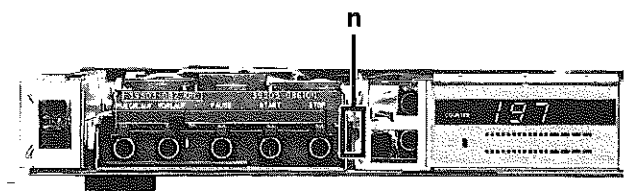

Fig. 7
- Introduire le tournevis en biais dans l'évidement n (Fig. 7) sur le châssis et appuyer sur le téton de la glissière 28.